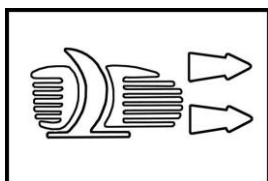

Rys. 1
TFP 5000: Połączyć wąż pompy z przyłączem węża znajdującym się na wejściu filtra (IN). W taki sam sposób połączyć wąż wylotowy z przyłączem węża znajdującym się na wyjściu filtra (OUT). Patrz rys. 1 + 2